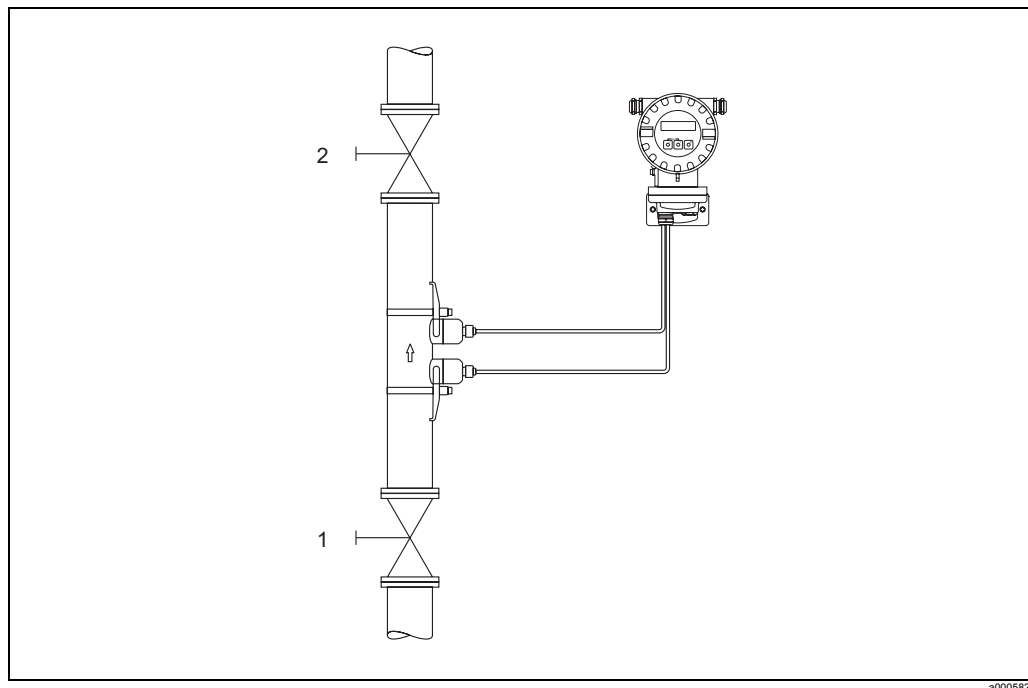

рис. 26: Коррекция нулевой точки и отсечные клапаны
- Коррекция нулевой точки выполняется при полностью заполненной трубе и при нулевом расходе ($v = 0$ м/с). Это обеспечивается, например, при помощи отсечных вентилях, установленных на участке перед участком измерения и/или за ним, либо посредством существующих клапанов и вентилях (рис. 26).